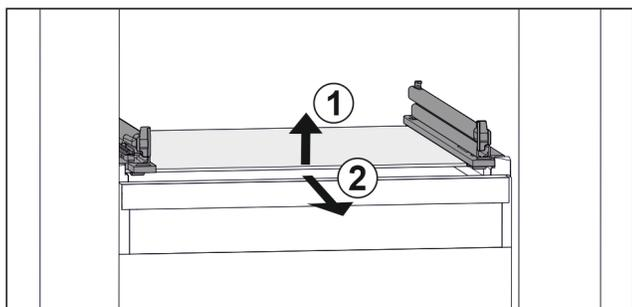

Fig. 142 Exemple de représentation de la tablette en verre
▶ Soulever la tablette en verre par l'avant. Fig. 142 (1)
▶ Retirer la tablette en verre par l'avant. Fig. 142 (2)